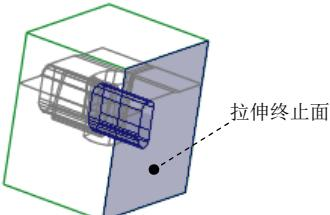
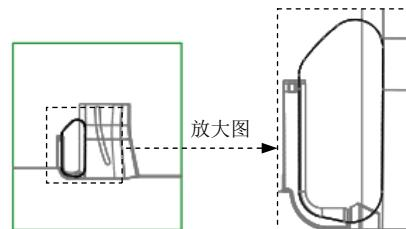

图 17.21 创建拉伸曲面
图 17.22 截面草图
Step3. 通过拉伸的方法创建图 17.21 所示的曲面。
(1) 单击**分型面**功能选项卡**形状**▼区域中的**拉伸**按钮，此时系统弹出“拉伸”操控板。
(2) 定义草绘截面放置属性。右击，选取菜单中的**定义内部草绘…**命令；选择**MOLD_FRONT**基准平面为草绘平面，然后选取**MOLD_RIGHT**基准平面为参考平面，方向为**右**。然后单击**草绘**按钮。
(3) 进入草绘环境后，利用“投影”命令绘制图 17.22 所示的截面草图。
(4) 设置深度选项。
① 在操控板中选取深度类型**到选定的**。
② 将模型调整到合适的视图方位，选取图 17.21 所示的坯料表面为拉伸终止面。
③ 在操控板中单击**选项**按钮，在“选项”界面中选中**封闭端**复选框。
(5) 在操控板中单击**确定**按钮，完成特征的创建。
(6) 在“分型面”选项卡中单击“**确定**”按钮，完成分型面的创建。